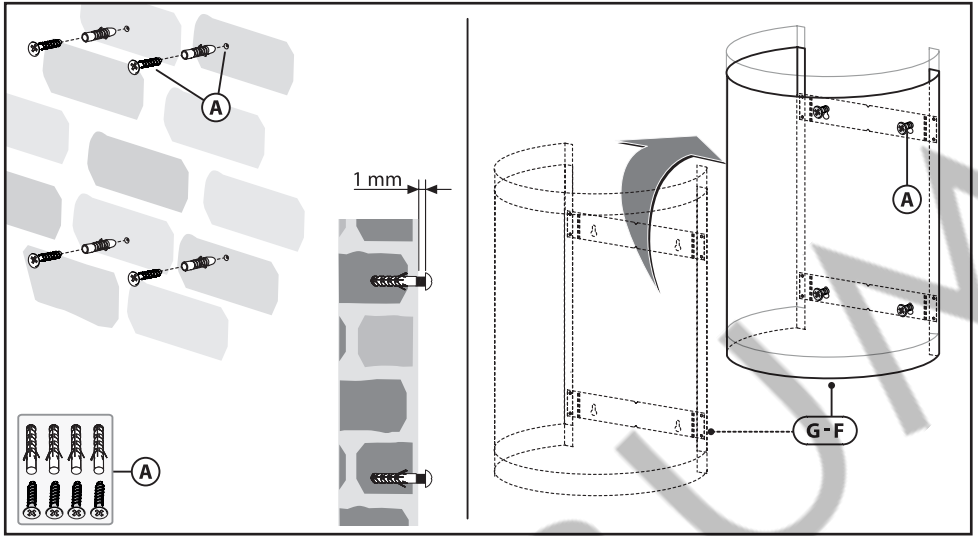

Fig.4
-Sfilare il camino decorativo superiore **F** fino alla staffa e fissarlo tramite le viti **C** (Fig.4).